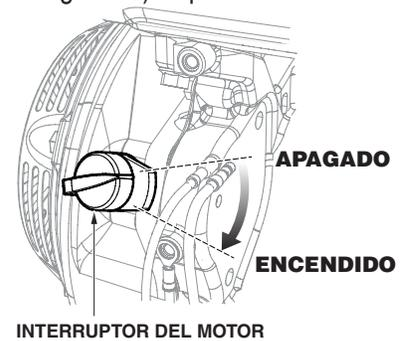

Figura 13. Interruptor de encendido y apagado (posición de encendido)
5. Coloque el interruptor de **encendido y apagado** del motor (consulte la Figura 13) en posición de **encendido**.